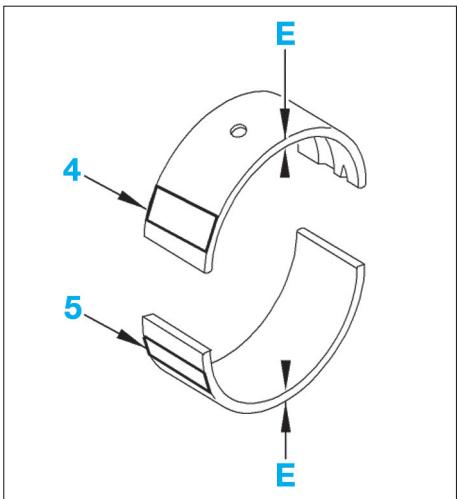

FIG. 17
Il existe qu'une seule classe pour les demi-coussinets supérieurs rainurés de tourillons (côté carter-cylindres). Ils sont repérés en (4) par un numéro produit (371606) (Fig.17).
Les demi-coussinets de palier de vilebrequin inférieurs sont repérés en (5) par un repère de couleur (Fig.17).